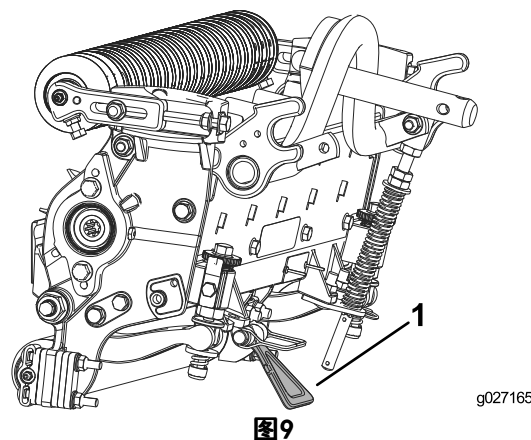

图9
**重要事项：** 确保底刀架调整螺丝后端的螺母不接触工作表面（图9）。